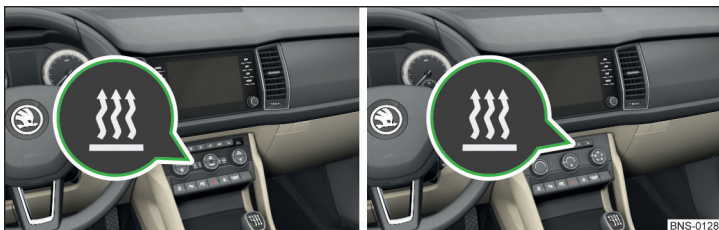

Fig. 152 Touche pour l'activation/la désactivation (Climatronic / climatisation manuelle)
- ▶ au moyen de la touche **!** sur l'unité de commande du climatiseur » fig. 152.
Lorsque l'activation automatique est activée, le voyant dans la touche de symbole **!** » fig. 152 s'allume pendant 10 secondes env. après la coupure du contact.